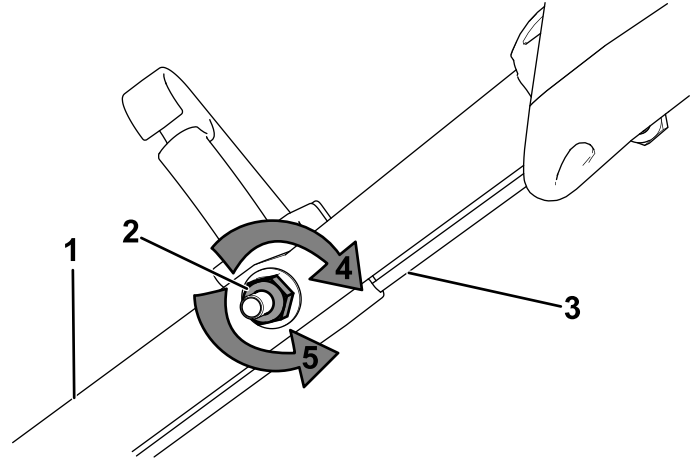

Figura 31
1. Gire la tuerca de ajuste en sentido antihorario para aflojar el cable (Figura 31).
2. Ajuste la tensión del cable (Figura 31) tirando del mismo hacia atrás o empujándolo hacia adelante, y manténgalo en esa posición.